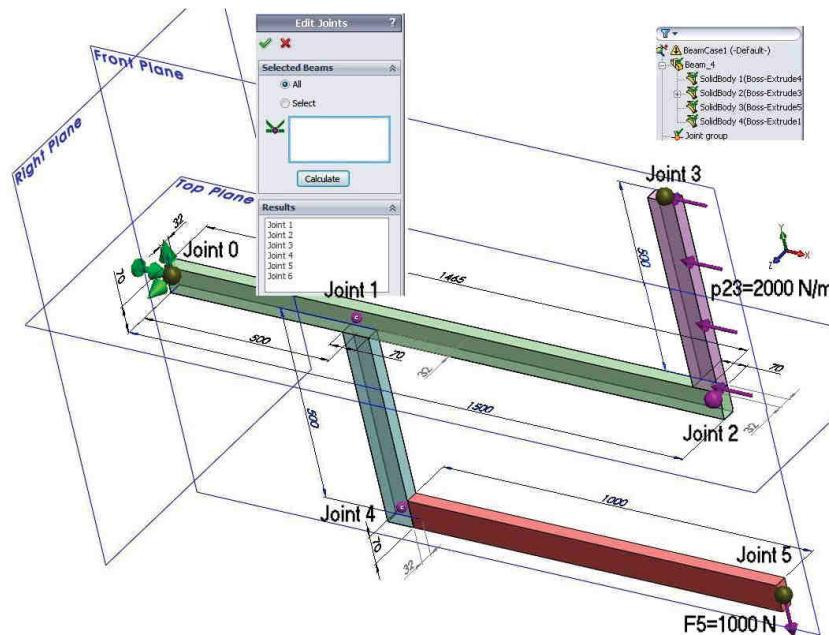

Fig. 7.3
- Click dreapta pe fiecare dintre geometriile **SolidBody 1 (Boss-Extrude1) ... SolidBody 4 (Boss-Extrude4)** și selectie **Treat as Beam**, fig. 7.3.
- În secțiunea **Edit Joints** PropertyManager sub zona **Selected Beams**, click **Calculate**, fig. 7.3. Șase noduri vor apărea sub **Results**.
În ramura **Beam\_4** vor apărea patru icoane de tip , iar în arborele Simulation va apărea ramura **Joint group**, fig. 7.3 .
- Right-click on every geometry **SolidBody 1 (Boss-Extrude1) ... SolidBody 4 (Boss-Extrude4)** and select **Treat as Beam**, fig. 7.3.
- In the **Edit Joints** PropertyManager under **Selected Beams**, click **Calculate**, fig. 7.3. Four joints appear under **Results**.
Four beam icons  appear in the **Beam\_4** folder and a **Joint group**  folder appears in the Simulation study tree, fig. 7.3.
- Selectie nod **Joint0**, fig. 7.3.
- Select the joint **Joint0**, fig. 7.3.
- Click pe icoana  și selecție nod **Joint5** în zona grafică, fig. 7.3.
- Click the joint icon  and select the **Joint5** in graphic area, fig. 7.3.